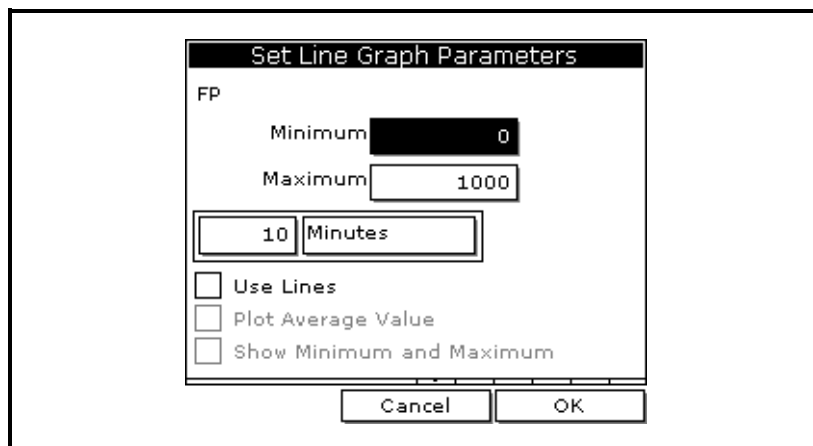

图 3-4 : Line Graph Parameter (线形图参数) 窗口
2. 使用方向键滚动至 Limits (大小) , 然后按 [ENTER] (进入)。随即会出现一个类似于下图 3-4 的屏幕。